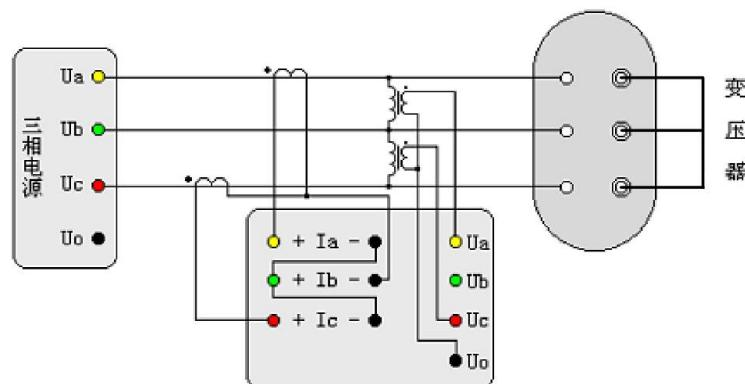

图 5-6 三相三线经 PT 和 CT 测量负载损耗
(6) 三相三线电源测量变压器短路(负载)损耗: 与三相三线变压器测量空载损耗的接线方式基本相同, 按照图 5-6 接线, 做短路实验时变压器的非加压侧的三个出线端人工短连接。如果高压或中压侧出线套管装有环形电流互感器时, 试验前电流互感器的二次一定要短接。